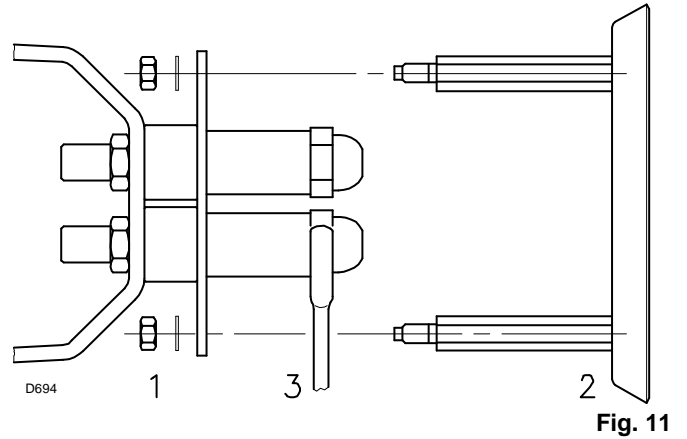

Fig. 11
- Sacar las tuercas 1) (Fig. 11) y el disco 2)
- Sustituir la boquilla con la llave 3) (Fig. 11).